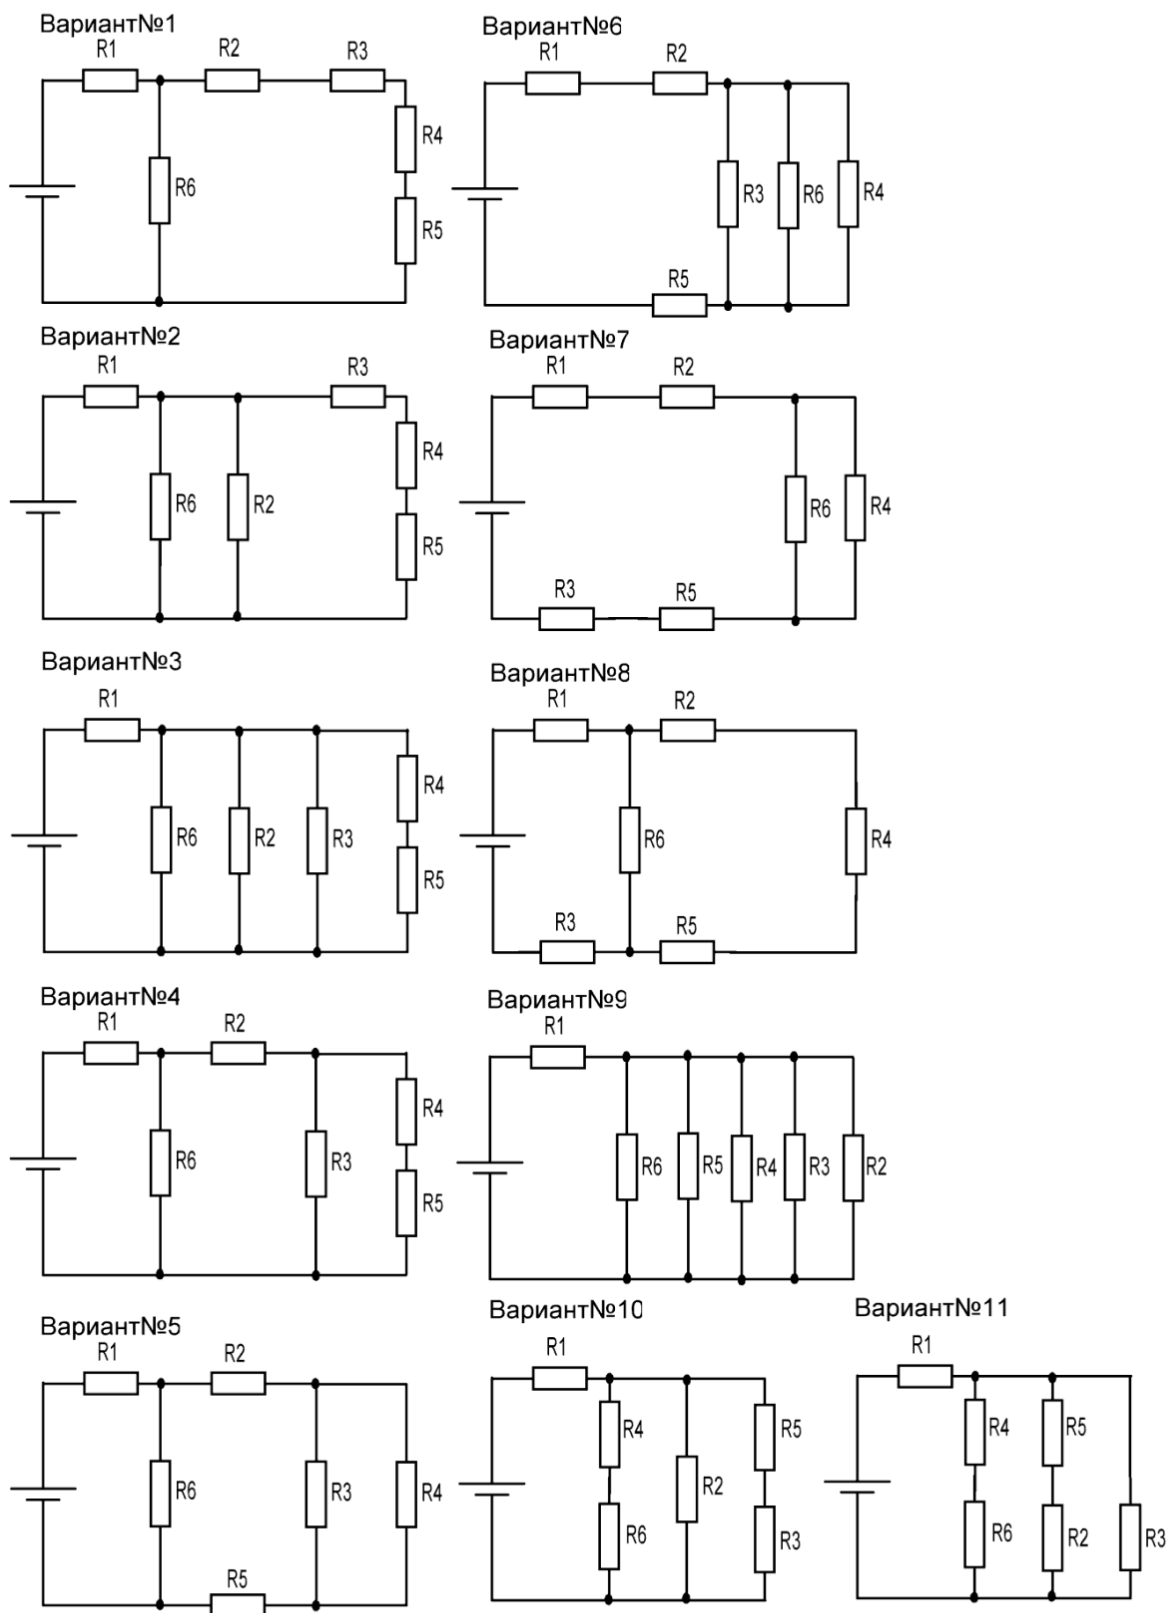
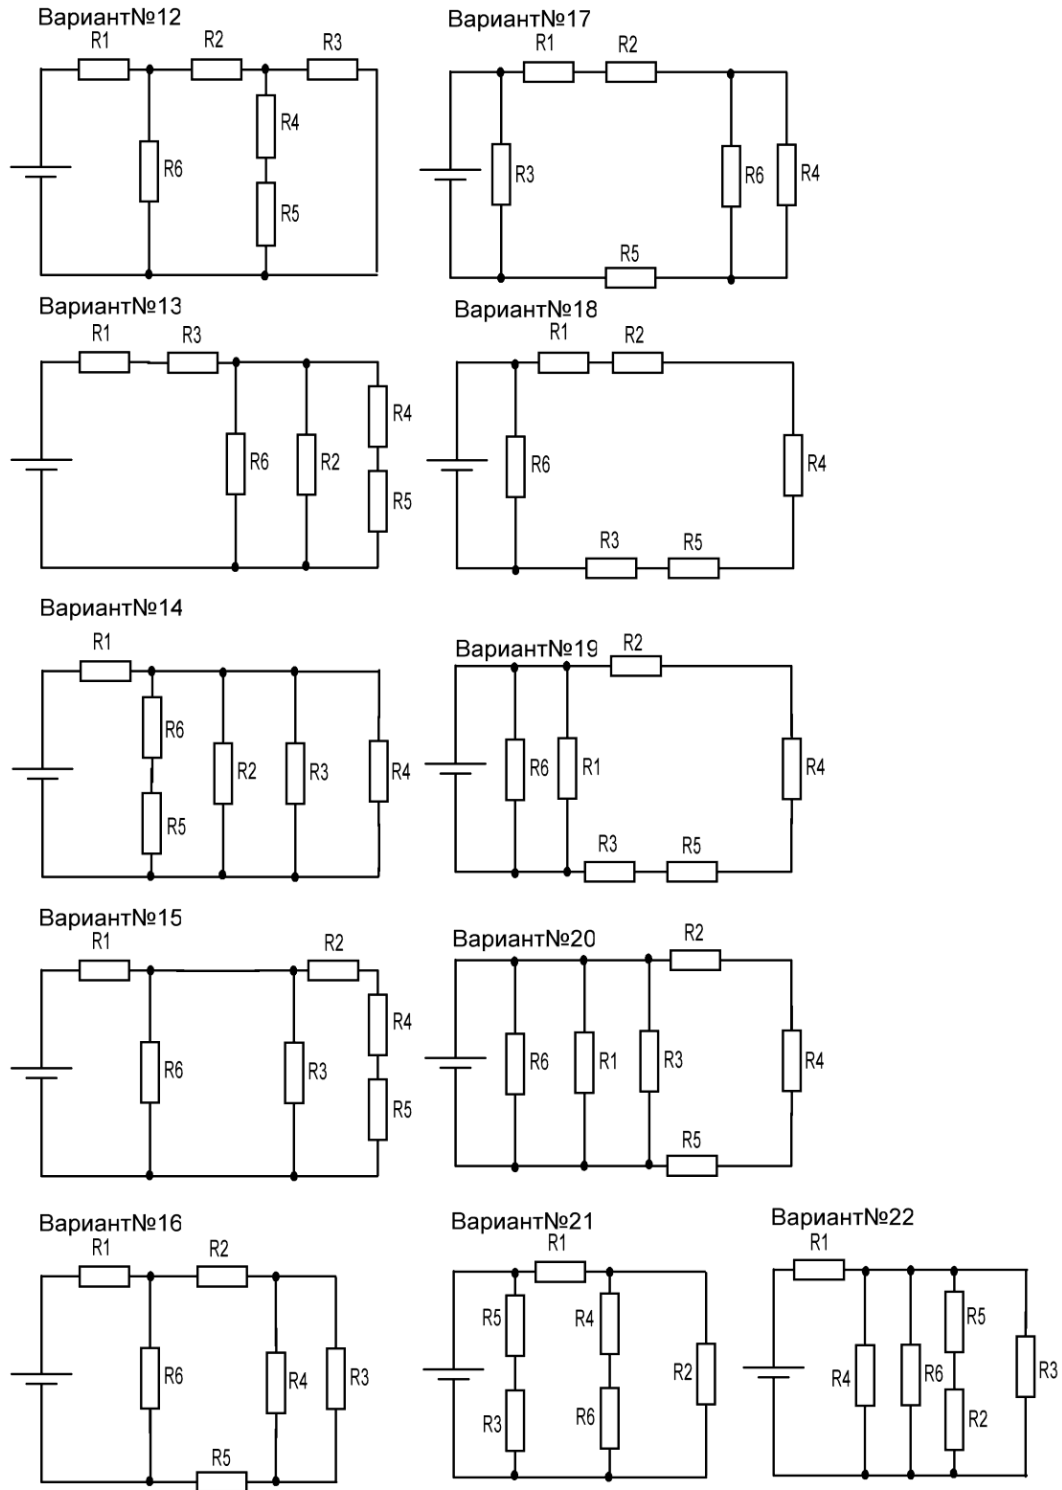

Рис.1
Рис.2
1. Определить эквивалентное сопротивление электрической цепи. Вариант задания выбрать из таблицы 1 исходя из порядкового номера списка обучающихся в журнале. Схему выбрать в соответствии со своим вариантом (Рис.1, Рис.2).